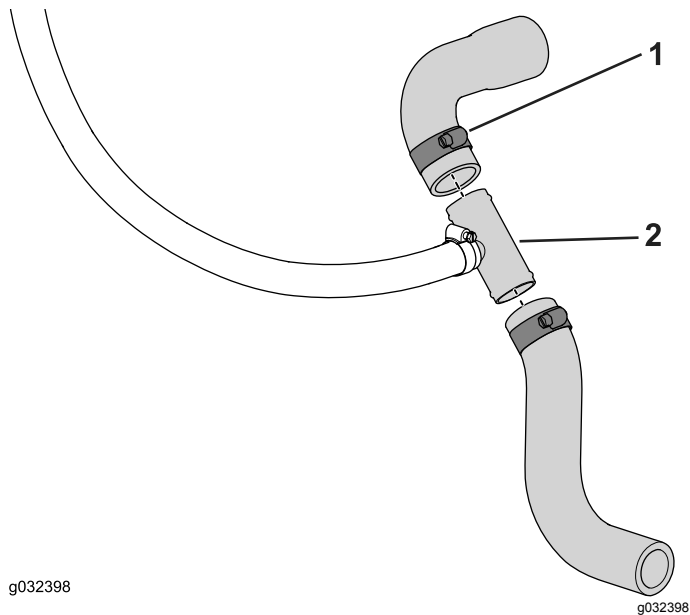

図 11
3. 図 11のように、切り口をT字フィッティングのバーブ側をホースに接続し、クランプ $\frac{3}{4}$ " - $1\frac{1}{2}$ "で固定する。